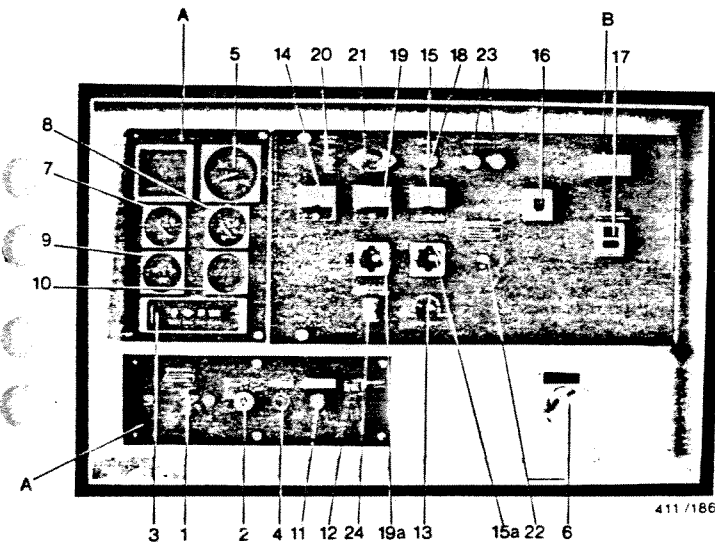

Fig. 8. QAS125 et -150
3.4.2 QAS125, -150, -175, -220 et -275 (Figs. 8 et 9)
Les QAS125 à -275 ont ce dispositif qui consiste d'un témoin indicateur de synchronisation jumelé avec un interrupteur et un commutateur "fonctionnement unique/fonctionnement en parallèle" (22, 23 et 24-Figs. 8 et 9).
2 Démarrage du fonctionnement en parallèle (Figs. 8 et 9)